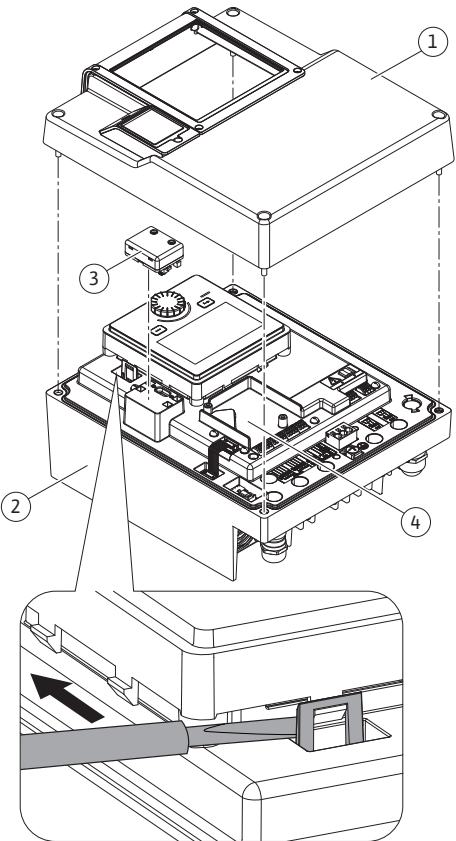
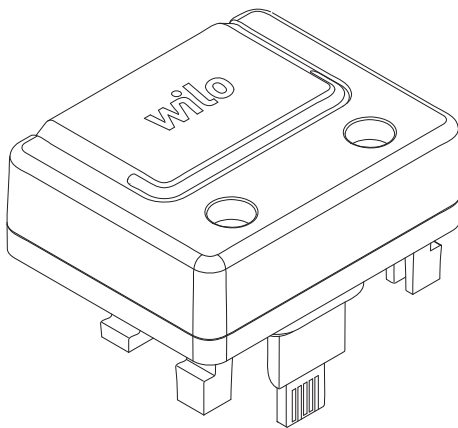

Fig. 25: Module électronique
Fig. 26: Module BT Wilo-Smart Connect
1. Ouvrir avec précaution les crochets d'encliquetage (Fig. 25) à l'aide d'un outil (p. ex. un tournevis).
L'interface Bluetooth du module BT Wilo-Smart Connect (Fig. 25, pos. 3 et Fig. 26) permet d'établir la connexion avec des appareils mobiles, comme les smartphones et les tablettes. La fonction Wilo-Smart Connect se trouve dans l'application Wilo-Assistant. La fonction Wilo-Smart Connect permet de commander et de régler la pompe, mais également de consulter ses données de fonctionnement. Voir les réglages au chapitre « Mise en service » [► 161].
1. Desserrer les quatre vis de la partie supérieure du module électronique (Fig. 25, pos. 1 ; Fig. I, pos. 2).
3. Insérer le module BT Wilo-Smart Connect dans l'interface Wilo-Connectivity Interface prévue à cet effet. Voir Fig. 25, pos. 3.
Les modules CIF (accessoires) servent à établir une communication entre les pompes et la gestion technique de bâtiment. Les modules CIF sont enfilés dans le module électronique (Fig. 25, pos. 4).